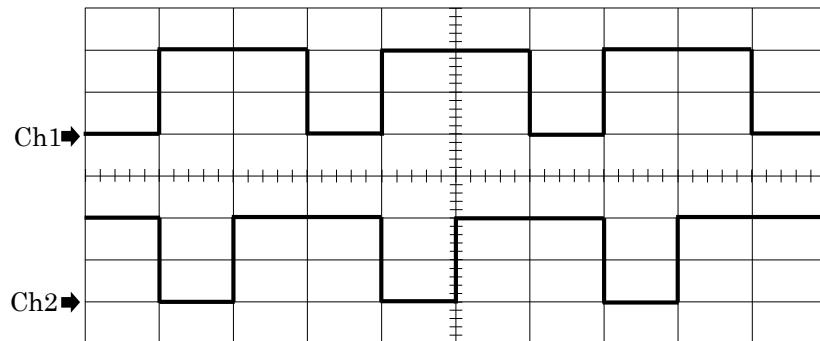

図3-3
設問3 図3-3は、オシロスコープで2つの波形を観測した結果である。この波形について以下の(1)～(3)の記述の(⑧)～(⑩)にあてはまる最も適切なものを解答群からそれぞれ一つずつ選び、記号ア～エで答えなさい。ただし、垂直軸感度はCh1、Ch2ともに1[V/div]とし、矢印がそれぞれのChの0[V]とする。また掃引時間は20[μs/div]である。